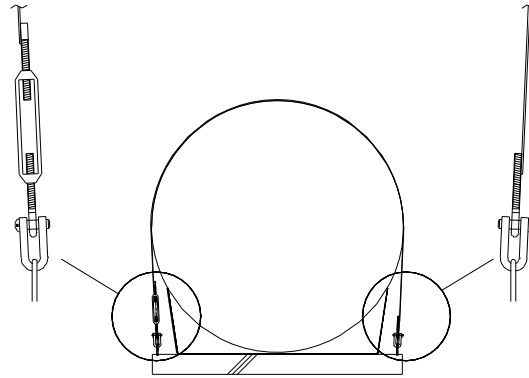

図 7 浮上防止バンドの固定方法
- ・FRP 槽本体を水平に設置した後は、図 7 のように付属の浮上防止バンドを円筒部に巻き、浮上防止バンドアンカーに結合します。片側はターンバックルを介して結合し、長さを調整し固定します。